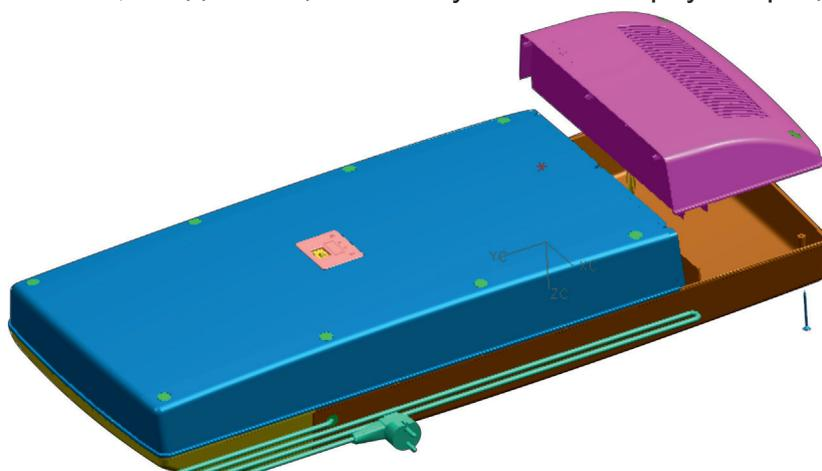

Рис. 8
- вывернуть два винта соединяющие вставку панели с корпусом рециркулятора (рис.8).
- снять панель вентиляторов (рис.8а);
Рис. 8а